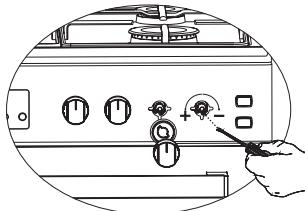

Figura 6
- Pentru ultimul control, aduceți arzătorul atât în poziția de flacăra mare cât și în poziția redusă și verificați dacă flacăra este aprinsă sau oprită. În funcție de tipul de robinet de gaz utilizat în aparatul dvs., poziția șurubului de reglare poate varia. Pentru a regla cupitorul la tipul de gaz, efectuați cu atenție reglarea pentru flacăra redusă rotind cu o șurubelnită mică, așa cum se arată mai jos pe șurubul din mijlocul robinetelor de gaz, precum și schimbarea duzei. (Figura 6 și 7)